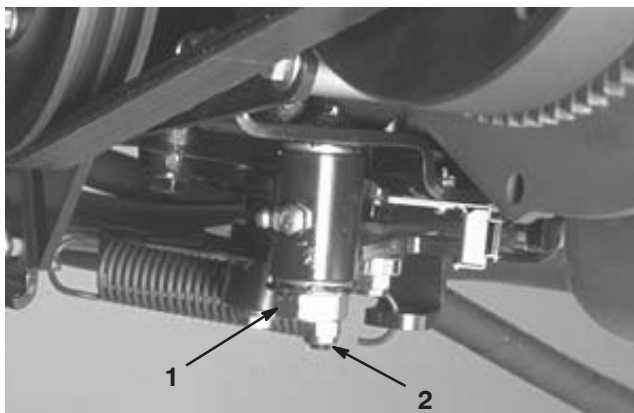

Bild 57
3. Lockern Sie die Sicherungsmutter an der Fahrtriebs-Einstellnocke (Bild 57).